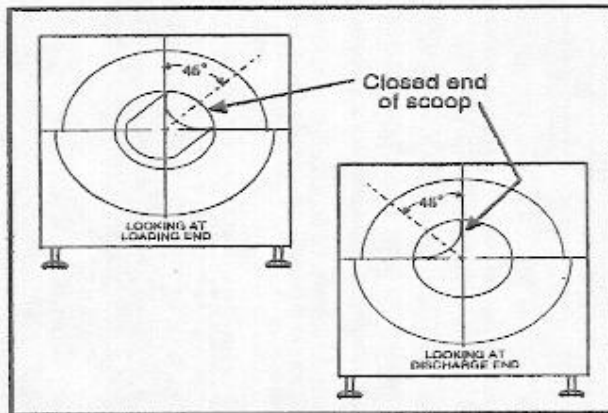

FIGURE 1
- 4. POSITION THE CYLINDER FOR EASIEST TRANSIT.** See FIGURE 1.